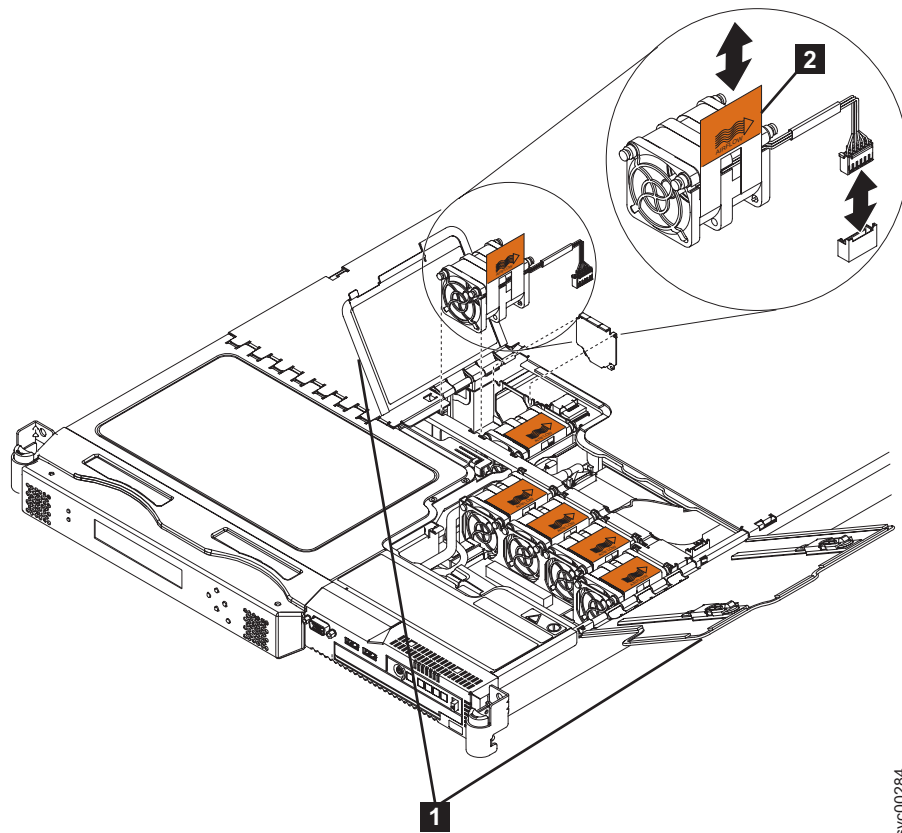

図 235. SAN ボリューム・コントローラー 2145-8G4 ファン・ドア、ロケーション、およびコネクター
2. ノードを前方にスライドさせて、ファン・ドア (図 235 の **1**) にアクセスします。
5. 障害のあるファンのオレンジ色のタブ (図 235 の **2**) を引き上げ、ファンを持ち上げてノードから取り出します。